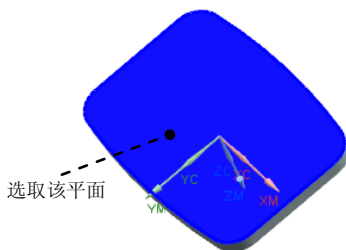

图 1.9 指定底面
(1) 在“平面轮廓铣”对话框中单击  按钮，系统弹出“平面”对话框，在 **类型** 下拉列表中选择  **自动判断** 选项。
(2) 在模型上选取图 1.9 所示的模型平面，在 **偏置** 区域的 **距离** 文本框中输入值 1.0，单击 **确定** 按钮，完成底面的指定。